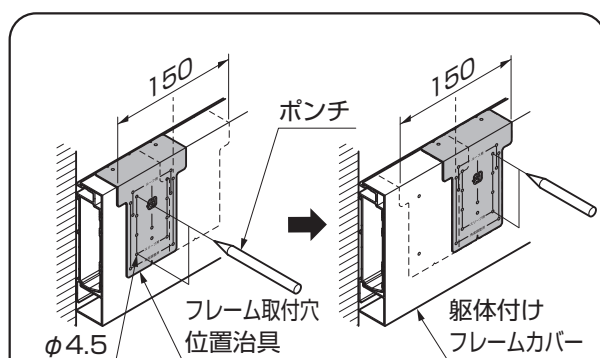

図5-11
- ① フレーム取付穴位置治具を躯体付けフレームカバーに当て、ケガキ、ドリルでφ4.5の穴をあけてください。(図5-11参照)
- ② スリーブを躯体付けフレームに【14-2】で取付けてください。
- ③ フレームをスリーブに【14-1】、フレーム取付け金具で取付けてください。